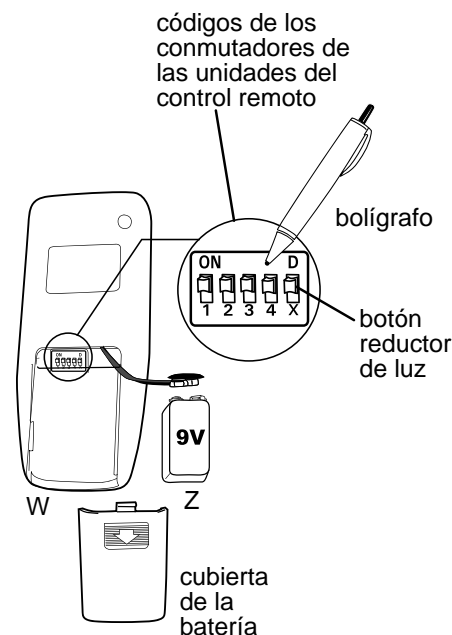
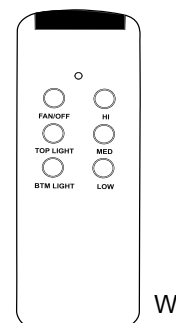

Fig. 1
Fig. 2
**PRECAUCION:** Se puede programar el transmisor del control remoto (W) para usar con varios receptores o ventiladores. Si **no** desea hacer esto, apague el interruptor de pared de cualquier otro receptor o ventilador programable.
1. Quite la tapa de la batería de la parte de atrás del transmisor del control remoto (W).
2. Mueva los conmutadores de los códigos 1 a 4 a su elección hacia arriba o hacia abajo. (La programación de la fábrica viene todo para arriba. No use esta posición.) Use un destornillador pequeño o un bolígrafo para moverlos firmemente hacia arriba o hacia abajo. [Fig. 1]
3. Localice el botón reductor de luz a mano derecha de los conmutadores de códigos etiquetado con una "D" y "X". [Fig. 1] Ponga el botón reductor de luz en la posición "ENCENDIDO" (D) solamente si usan bombillas incandescentes. Ponga el botón reductor de luz en la posición "APAGADO" (X) si usan bombillas fluorescentes compactas.
4. Instale la batería de 9 voltios (Z) provista.
5. Vuelva a conectar la electricidad. Dentro de 30 segundos de haber conectado la electricidad de nuevo, oprima el botón "FAN/OFF" en el transmisor del control remoto (W) por 5 segundos o hasta que la luz inferior parpadee dos veces. Ponga a prueba las funciones de luz y ventilador para confirmar que se haya acabado el proceso de aprendizaje. [Fig. 2]
6. Vuelva a poner la tapa de la batería en el transmisor (W). [Fig. 1]
**IMPORTANTE:** Para prevenir daño al transmisor del control remoto (W), saque la batería (Z) si no se usa por un tiempo extendido. Guarde el transmisor del control remoto (W) lejos del calor excesivo o la humedad.
1. Botones de funcionamiento en el panel del transmisor del control remoto (W) [Fig. 1] :